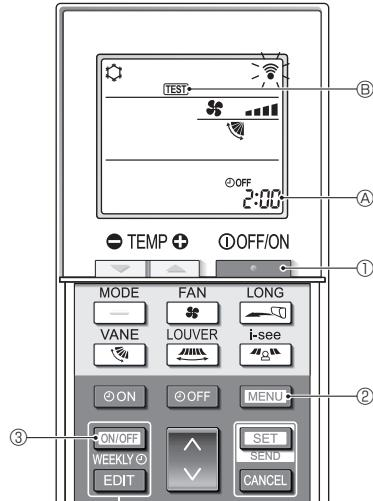

Abb. 7-5
7.2.2. Verwendung der drahtlosen Fernbedienung (Abb. 7-5)
■ Testlauf (Abb. 7-5)
1. Drücken Sie die Taste ①, um die Klimaanlage anzuhalten.
- Wenn der Wochen-Timer aktiviert ist (WEEKLY eingeschaltet ist), drücken Sie die Taste ③, um ihn zu deaktivieren (WEEKLY ist ausgeschaltet).
2. Drücken Sie die Taste ② 5 Sekunden lang.
3. Drücken Sie die Taste ②.
- TEST ② leuchtet auf und das Gerät tritt in den Testlaufmodus ein.